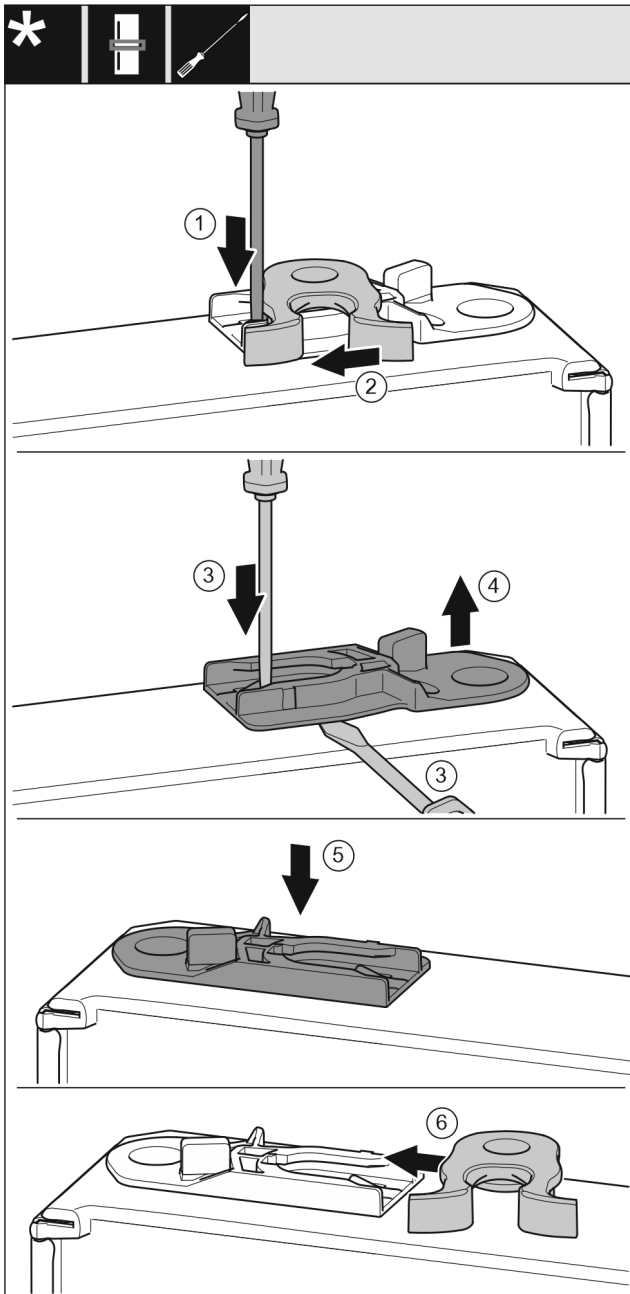

Fig. 47 *
- ▶ Прижмите накладку Fig. 47 (1) шлицевой отверткой вниз.*
- ▶ Выведите запорный крючок Fig. 47 (2) из направляющей.*
- ▶ Извлеките направляющее гнездо Fig. 47 (3, 4): прижмите накладку шлицевой отверткой и одновременно переместите ее шлицевой отверткой под направляющее гнездо.*
- ▶ Вставьте входящее в комплект поставки направляющее гнездо Fig. 47 (5) на другой стороне корпуса.*
- ▶ Вставьте запорный крючок Fig. 47 (6) в направляющую.*